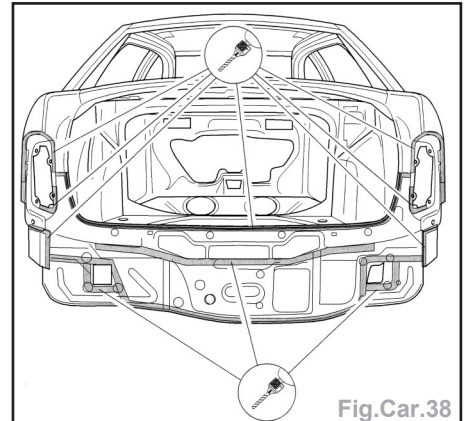

Fig.Car.38
- Dégraffer le soudage d'origine au niveau de la tôle de fermeture (Fig.Car.38).